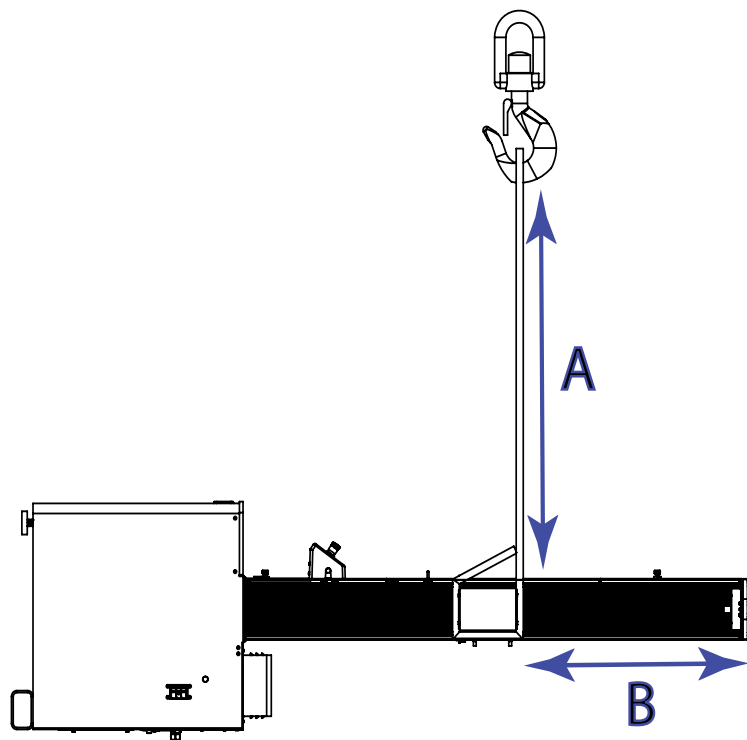

Figura 23. Fissaggio delle imbracature di sollevamento
2. Collegare le due imbracature di sollevamento alla traversa e fissarle al gancio della gru come mostrato nella Figura 23 a pagina 80. Se al posto delle imbracature si utilizzano catene, avvolgere la traversa e la piastra superiore con materiale protettivo per proteggerle da graffi e abrasioni.
La lunghezza dell'imbracatura (A nella Figura 23 a pagina 80) deve essere maggiore della distanza richiesta per superare la piastra superiore (B nella Figura 23 a pagina 80). In questo modo si garantisce che il gancio non danneggi il telaio durante il sollevamento.